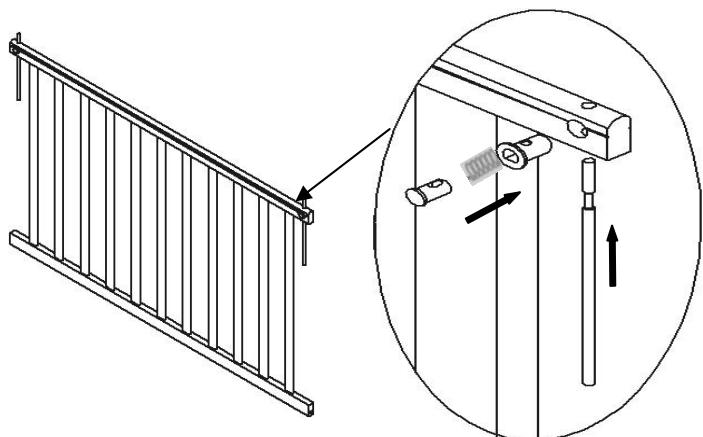

Рис.1
- Установить механизм «Кнопка»(39) в отверстия верхней планки переднего ограждения. Рис.1